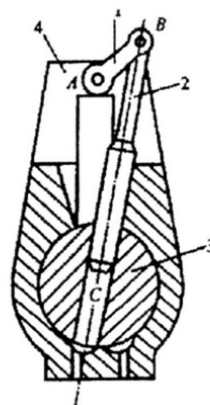

图 3-3
1. 如图 3-3 所示油泵机构中,1 为曲柄,2 为活塞杆,3 为转块,4 为泵体。试绘制该机构的机构运动简图,并计算其自由度。